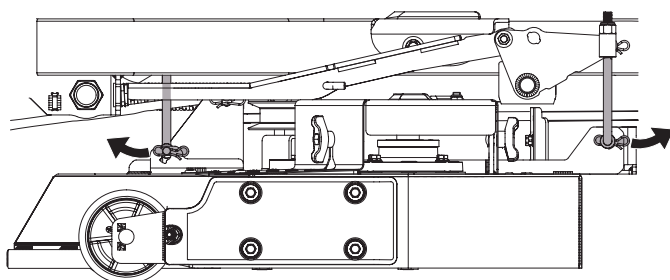

Figure 52
8. Retirez la goupille de l'axe de chape de chaque tige de réglage. Une tige est placée de chaque côté avant du plateau et de chaque côté arrière. La Figure 52 présente le côté gauche du plateau.